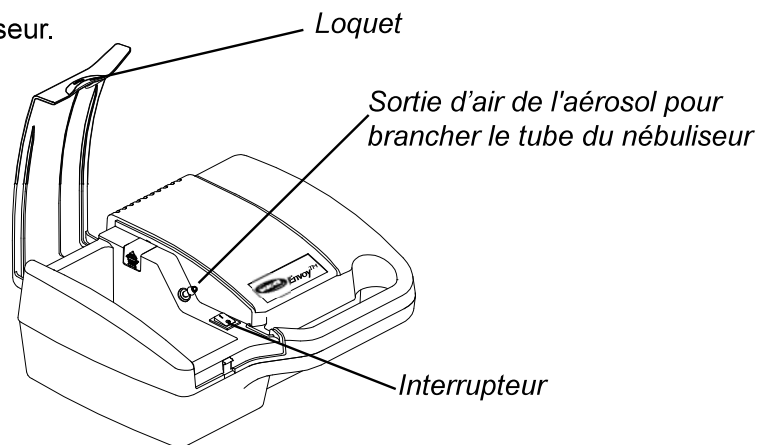

FIGURE 1 - LOCALISATION DE LA SORTIE D'AIR DE L'AEROSOL PNEUMATIQUE
4. Fixez une extrémité du tube à la sortie d'air de l'aérosol (**FIGURE 1**).